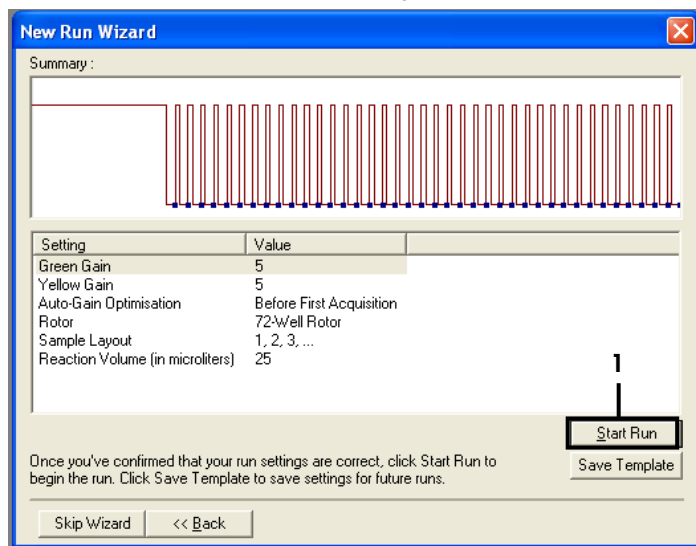

Figura 36. A caixa de diálogo do “New Run Wizard” (Assistente de nova execução) e a tela de resumo [1 = “Start Run” (Iniciar execução)].
5. Confira o resumo e clique em “Start Run” (Iniciar execução) para salvar o arquivo de execução e iniciar a execução (Figura 36).